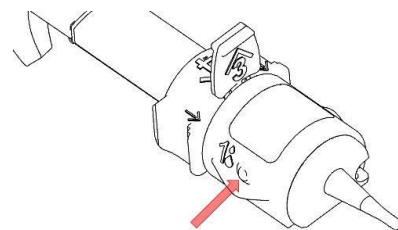

Fig. 1
3. Introduza totalmente a cânula (23G- 27G) de uma seringa cheia de material viscoelástico na pequena abertura indicada pelo número '1' (Fig. 1), mantendo uma ligeira pressão na ponta da cânula. Injete a solução viscoelástica pela abertura. A quantidade injetada de visco é suficiente assim que a ótica da LIO for coberta pela solução viscoelástica.